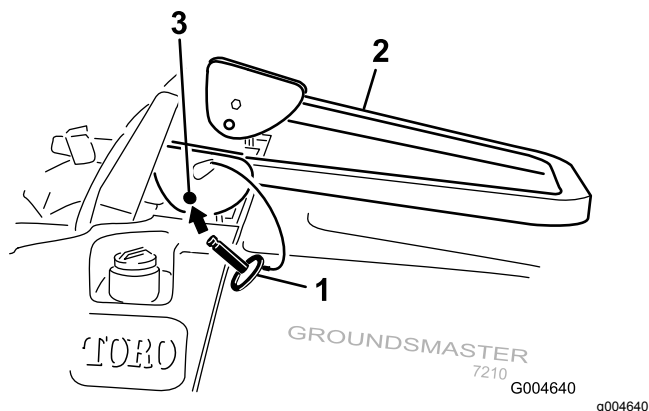

Figura 13
2. Abbassate il roll bar (Figura 13).